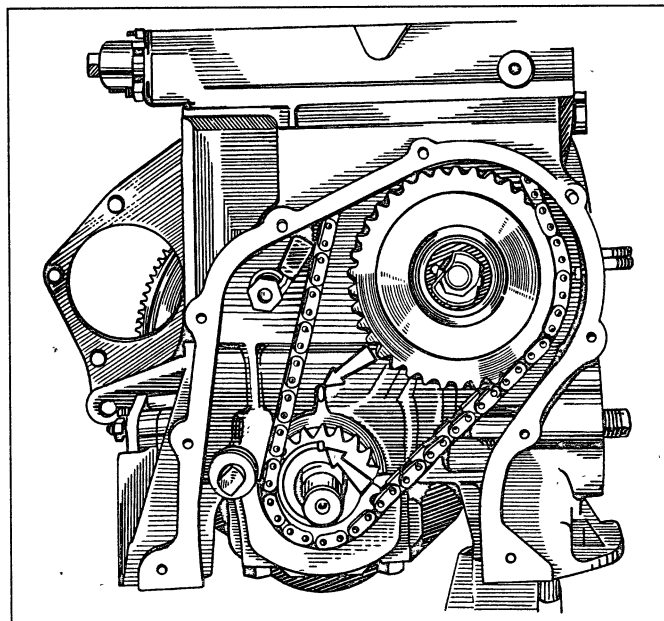

Рис. 2-19. Проверка совпадения установочной метки на звездочке коленчатого вала с меткой на блоке цилиндров
Поверните маховик в такое положение, чтобы метка на звездочке коленчатого вала совпала с меткой на блоке цилиндров (рис. 2-19).
- проверните коленчатый вал на два оборота в направлении вращения, что обеспечит нужное натяжение цепи; проверьте совпадение меток на звездочках с метками на блоке цилиндров и на корпусе подшипников (рис. 2-19 и 2-21);